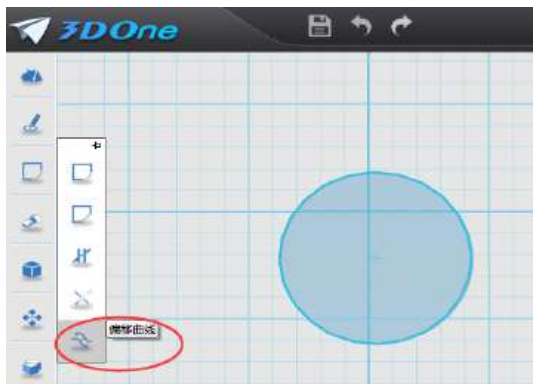
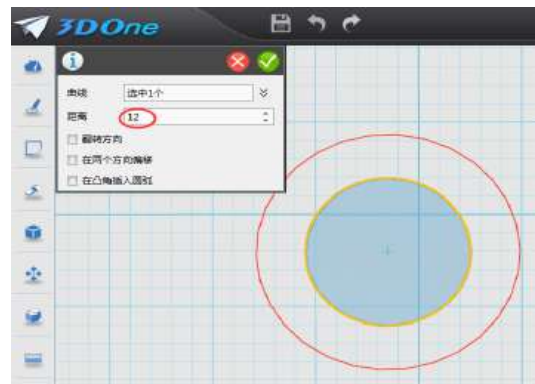

图 10-7
图 10-8
2.绘制外圆草图：鼠标移到屏幕最左侧第三个图标“草图绘制”命令里面的下数第一个“偏离曲线”命令，如图 10-7，出现对话框，鼠标移动到圆上单击，出现对话框，距离：输入 12，其它不选，出现外环，如图 10-8，确定完成。